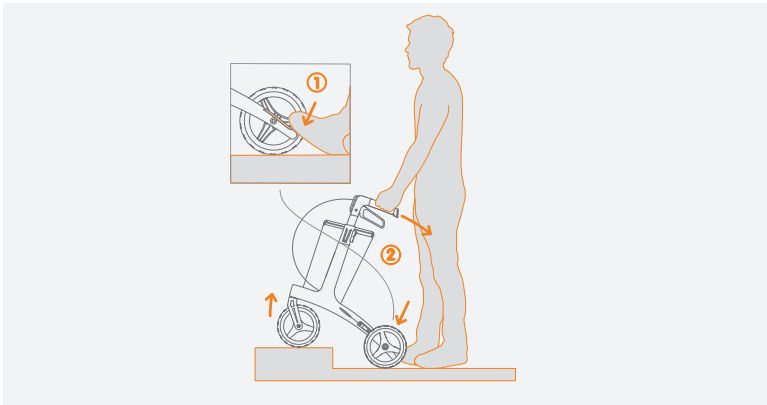

Figure 7: Monter une bordure/trottoir avec l'assistant de franchissement.
1. Approchez-vous du trottoir le plus près possible (**Figure 7**).
2. Placez un pied sur l'assistant de franchissement (1).
3. Inclinez le Rollz Air vers l'arrière (2).